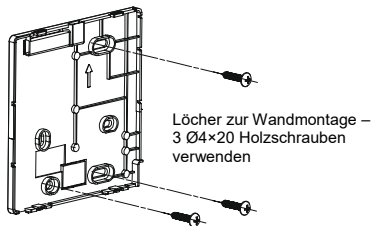

Abb. 3
2. Verwenden Sie zur Montage der Rückwand an der Wand drei M4×20 Holzschrauben. (Siehe Abb. 3.)